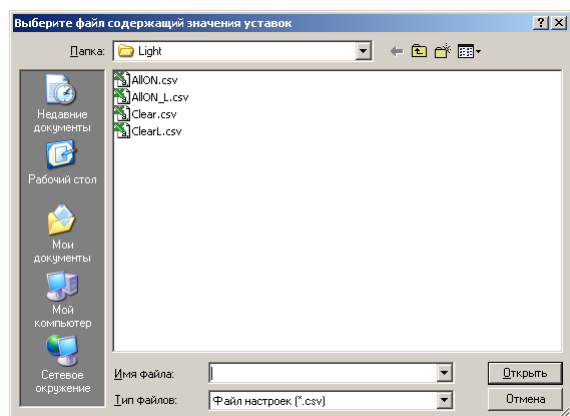

рис. 9
2.3. Кнопка **«Загрузить из файла значения параметров»**. Данная кнопка предназначена для ввода ранее сохранённых данных из файла в таблицу. После нажатия этой кнопки отобразится стандартное диалоговое окно сохранения файла см. рис. 9